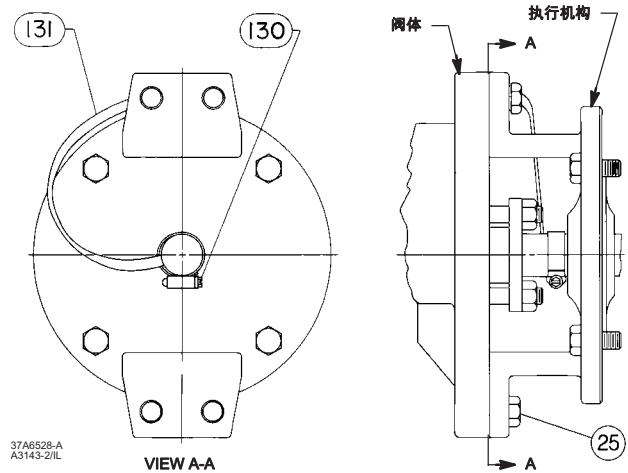

图 6. 可选轴到阀体接合带组件
4. 将接合带组件（编号 131，图 6）连接到带卡箍的轴（编号 130，图 6）。